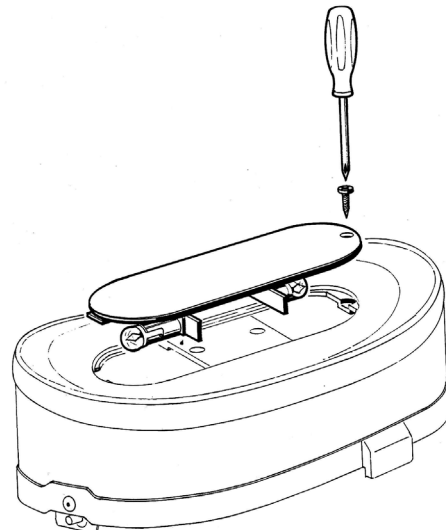

figura 19
**3** Sustitución de las bombillas de la tapa luminosa: desatornille el tornillo situado en la parte superior de la tapa y extraiga la puerta portalámparas. Sustituya las bombillas y vuelva a montar la puerta. (ver figura 19)